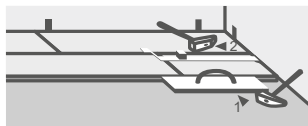

Рисунок 27
- 13.11 При необходимости выполнить подбивку каждого уложенного ряда Art Vinyl Click со стороны паза подбивочным брусом и (или) монтажной скобой и молотком (см. Рисунок 27).
- 13.18 Выполнить подбивку каждого уложенного ряда Art Vinyl Click со стороны паза подбивочным брусом и (или) монтажной скобой и молотком (см. Рисунок 27).